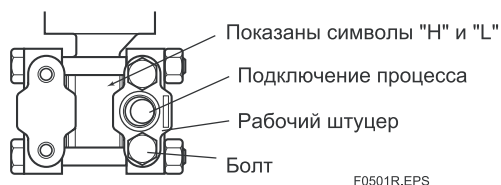

Рисунок 5.1 Символы “Н” и “L” на блоке капсулы
##### (1) Проверка положения соединений высокого и низкого давления на датчике (Рис. 5.1)